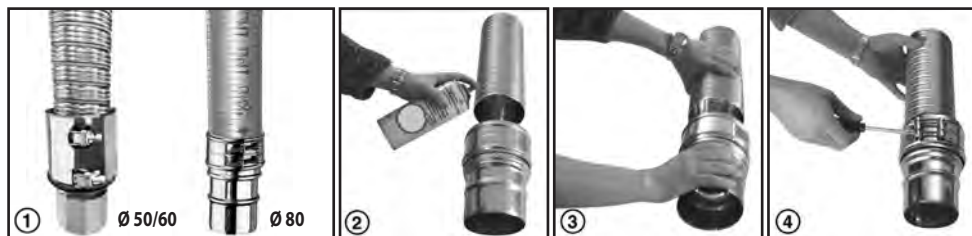

FIGURA 1 Istruzioni di montaggio del manicotto FLEX KIT Ø 50, Ø 60 e Ø 80.
a) per la corretta installazione del manicotto flex P1 (FLDP31604FKM) bisogna attenersi alle istruzioni riportate in figura 1: